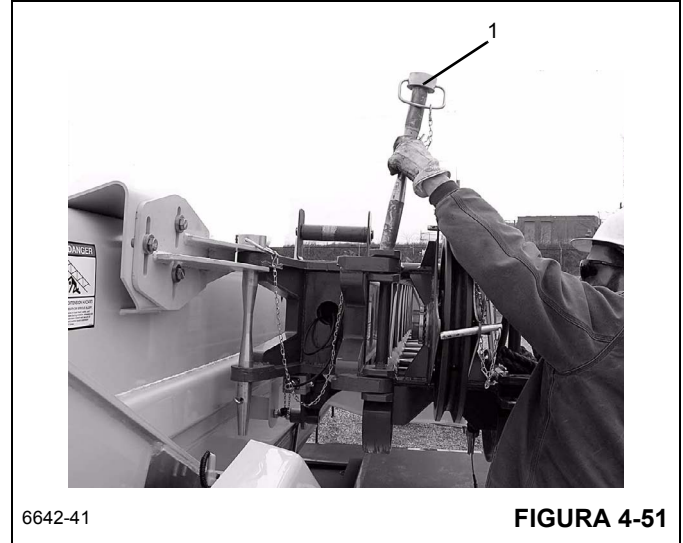

FIGURA 4-51
15. Si no se utilizó la sección de plegado doble de 7 m (23 pies), retire el pasador de almacenamiento (1, Figura 4-51) de la sección de plegado doble y colóquelo en la conexión de la sección de celosía/plegado doble. Instale la pinza de retención en el pasador.